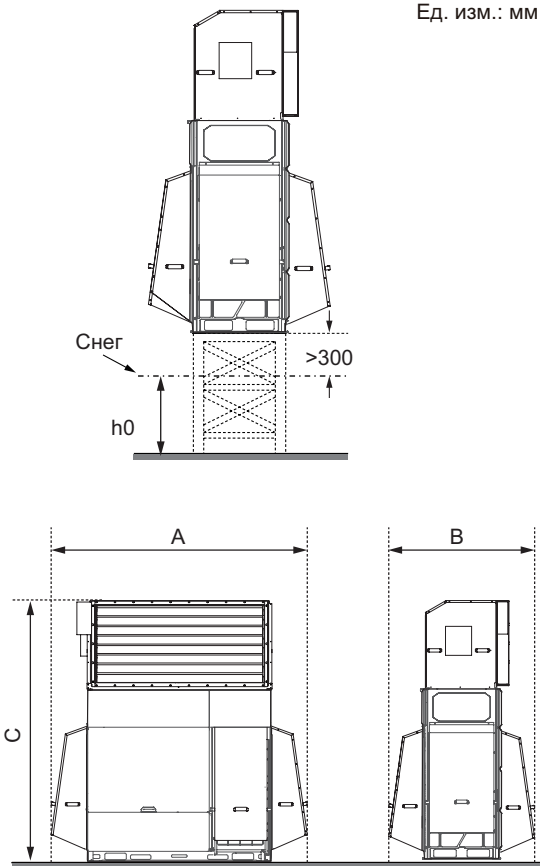

Рис. 4.1
- В регионах, где бывают снегопады, необходимо установить снегозащитные сооружения. Смотрите рисунок 4.1 (отсутствие достаточной защиты от снега приведет к более частому возникновению неисправностей). Чтобы защитить блок от накопления снега, увеличьте высоту кронштейна и установите снегозащитные навесы на входах и выходах воздуха.